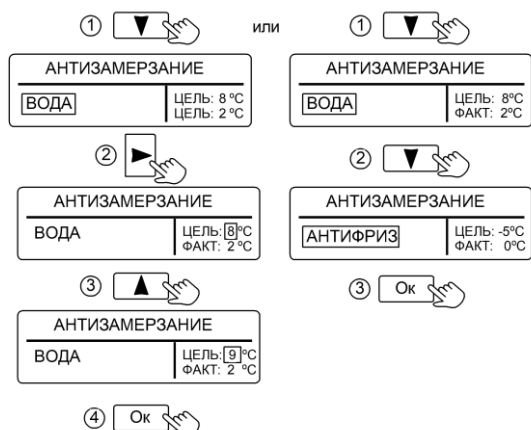

Рисунок 6. Настройка режима «АНТИЗАМЕРЗАНИЕ»
**10.1.1** При выборе в качестве теплоносителя «ВОДА» (см. рис. 6), нагрев теплоносителя производится на два градуса выше заданной величины.
температуры теплоносителя (см. рис. 6). Температуру можно задать в диапазоне от +8°C до +15°C .